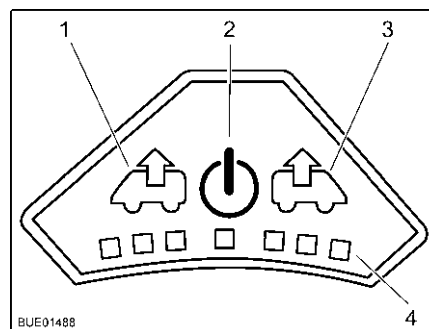

Fig. 101 Panneau de commande du ventilateur
Mise en marche : ■ Appuyer sur la touche Marche/Arrêt (Fig. 101,2). Le ventilateur fonction en mode confort (aération à faible vitesse de rotation).
- Pour augmenter la vitesse de rotation du ventilateur, appuyer sur la touche Ventiler (Fig. 101,1). La vitesse de rotation du ventilateur augmente d'un niveau de puissance dans le sens de l'échappement. Les DEL (Fig. 101,4) montrent les niveaux de puissance.
- Pour réduire la vitesse de rotation du ventilateur, appuyer sur la touche Aérer (Fig. 101,3). La vitesse de rotation du ventilateur diminue d'un niveau de puissance.
- Pour augmenter la vitesse de rotation du ventilateur, appuyer sur la touche Aérer (Fig. 101,3). La vitesse de rotation du ventilateur augmente d'un niveau de puissance dans le sens de l'aération. Les DEL (Fig. 101,4) montrent les niveaux de puissance.
- Pour réduire la vitesse de rotation du ventilateur, appuyer sur la touche Ventiler (Fig. 101,1). La vitesse de rotation du ventilateur diminue d'un niveau de puissance.
- Appuyer sur la touche Marche/Arrêt (Fig. 101,2). Le ventilateur s'arrête, les DEL s'éteignent.